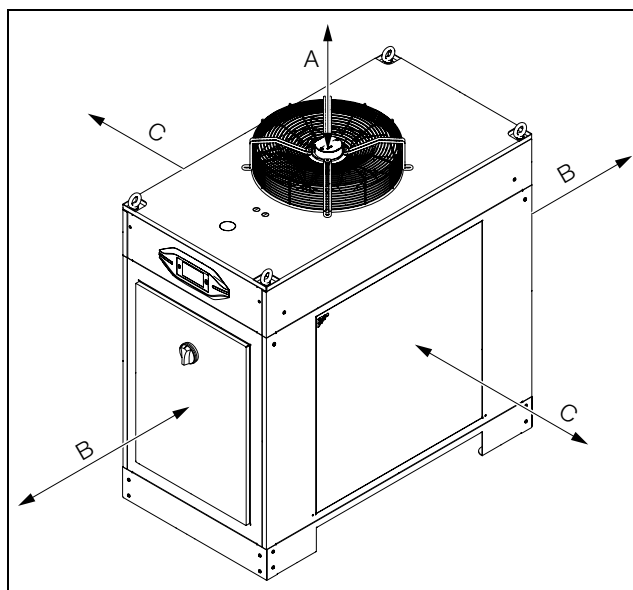

Fig. 16 : distances minimales
- L'ouverture en haut du refroidisseur d'eau doit rester libre pour l'évacuation sans entraves de l'air chaud (voir fig. 16). Afin de raccorder les conduites d'alimentation et de faciliter les opérations d'entretien et de réparation, les distances minimales indiquées sur la fig. 16 doivent en outre être respectées.
- Ces distances minimales sur la fig. 16 doivent également être respectées pour éviter un « court-circuit d'air » (mélange de l'air sortant avec l'air entrant) et ainsi garantir la pleine puissance frigorifique.